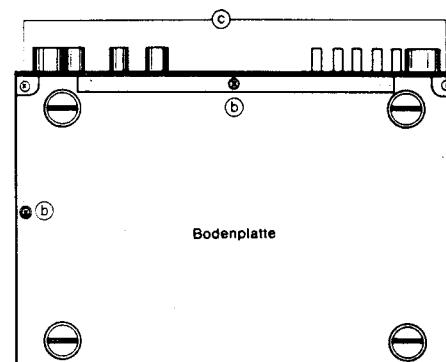

Abb. 2
1. Die Schrauben (⑤) auf Abb. 2 und 3 herausdrehen.
1. Die Schrauben (⑥) herausdrehen (Abb. 2 und 3).